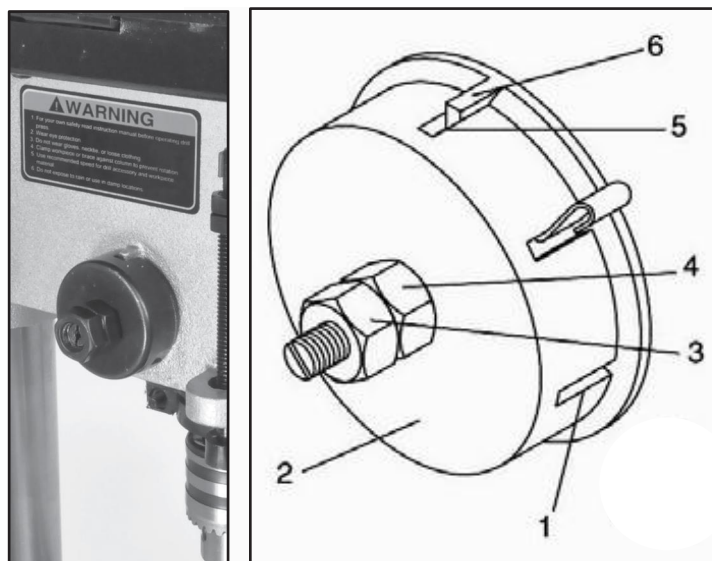

FIG. 10
- C. Vire la tapa del resorte (2) cuidadosamente hacia la izquierda con el destornillador hasta enganchar en la siguiente ranura. FIG. 10.
- D. Baje el husillo hasta la posición más baja, siempre manteniendo la tapa del resorte (2) en posición.
(4) con una llave. Si resulta muy flojo, repita los pasos 2 a 4 para apretarlo. Si resulta muy apretado, invierta los pasos 3 y 4. **NO LO APRIETE DEMASIADO** a causa de esto se limitará el movimiento del husillo.
- F. Vuelva a colocar la tuerca de bloqueo de afuera(3) y apriétela contra la tuerca interior (4) para evitar que la tuerca interior se invierta.